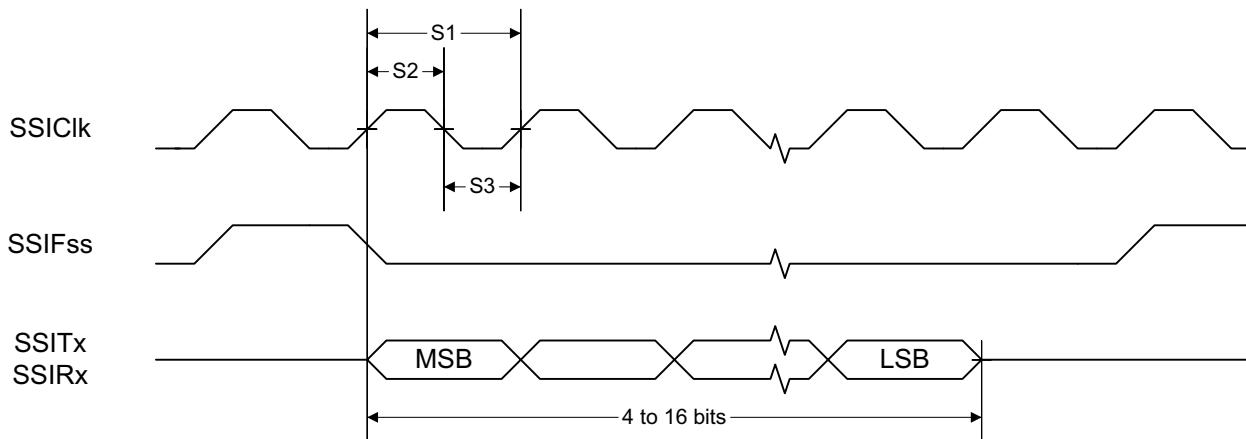
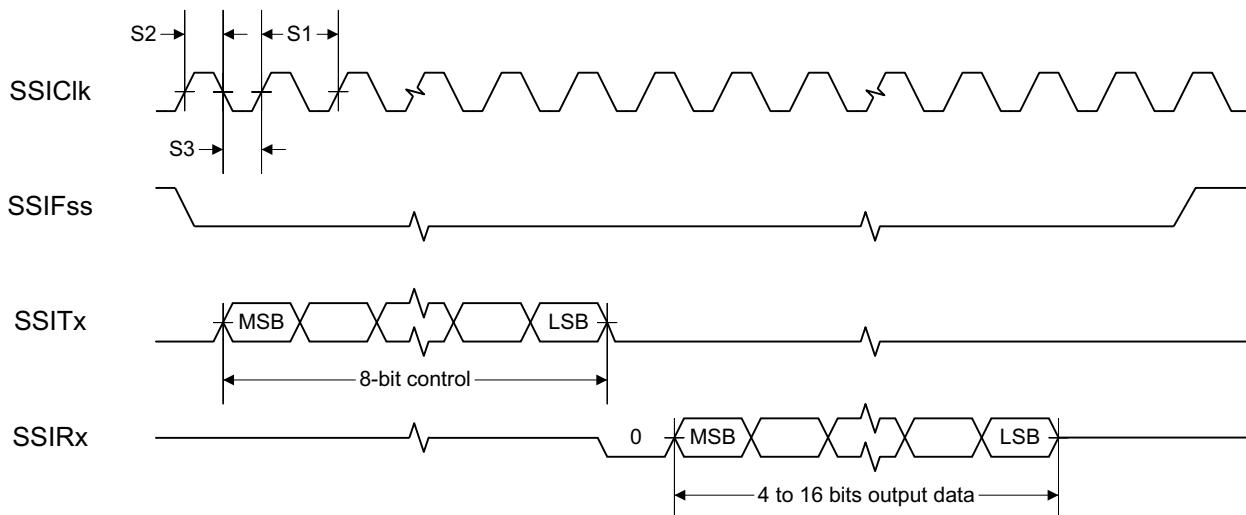
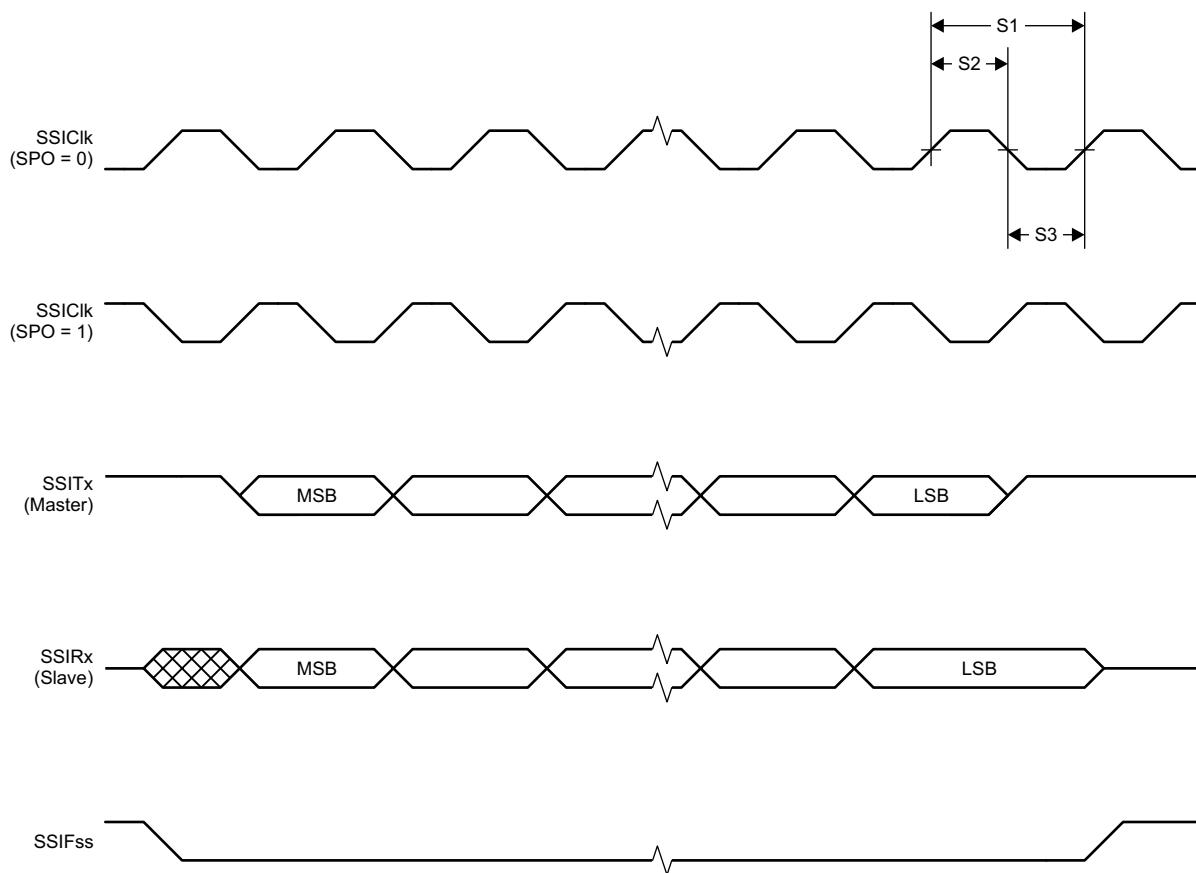

図 7-1. TI フレーム フォーマット (FRF = 01) の SSI のタイミング、シングル転送タイミング計測
図 7-2. MICROWIRETI フレーム フォーマット (FRF = 10) の SSI のタイミング、シングル
図 7-3. SPI フレーム フォーマット (FRF = 00) の SSI のタイミング、SPH = 1
- (1) SSI のタイミング図図 7-1、図 7-2、および図 7-3 を参照してください。
(2) TI が提供するパワー ドライバを使用する場合、SSI システム クロックは常に 48MHz になります。